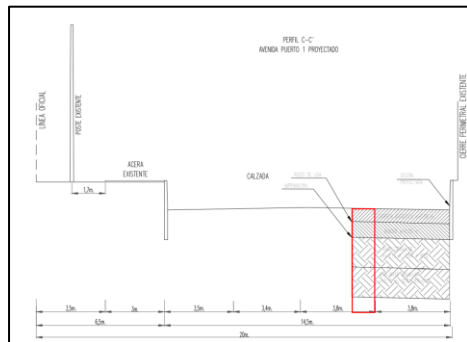
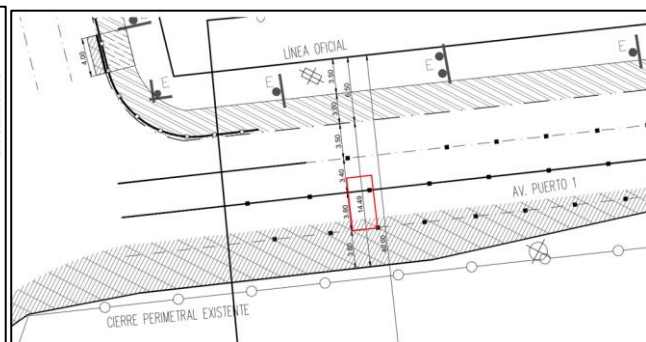

Figura 3
Figura 4
2.8. En perfil C-C' se solicita incorporar ancho de calzada proyectada (ver figura 3). Por otro lado, corregir distancia indicada en planta (ver figura 4), la cual no coincide con el perfil indicado.